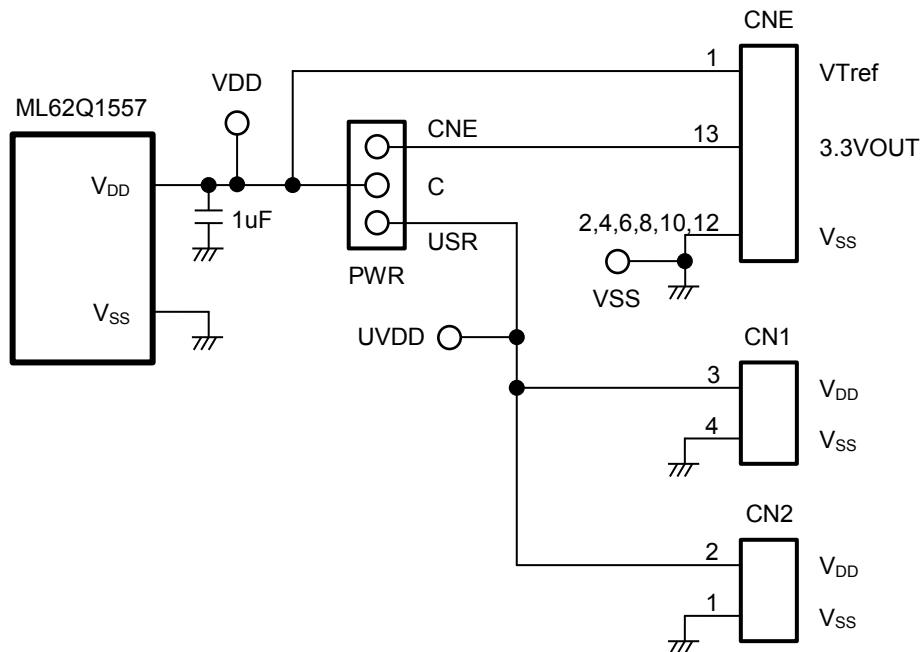

図 2 電源回路
- 1.2 ML62Q1557 Reference Board 外観図 2